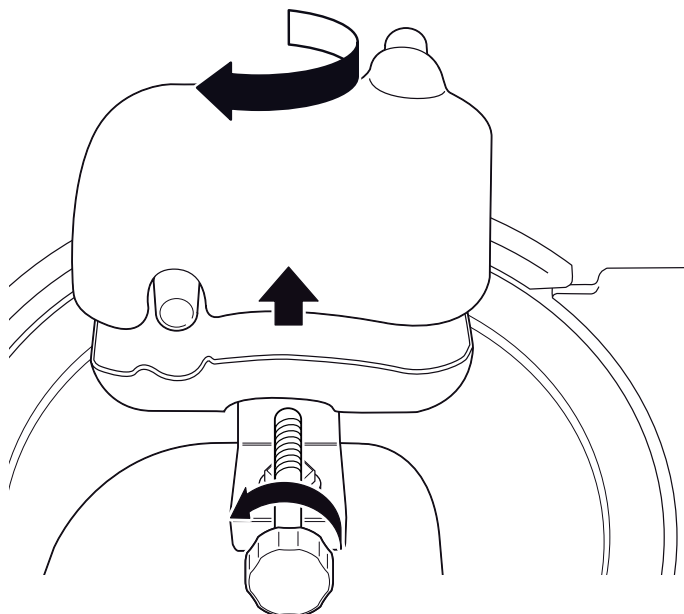

Рис. 13
3. Ослабьте гайку с накаткой с задней стороны, которая фиксирует шлифовальное устройство (указание: на рис. 13 устройство показано с задней стороны).